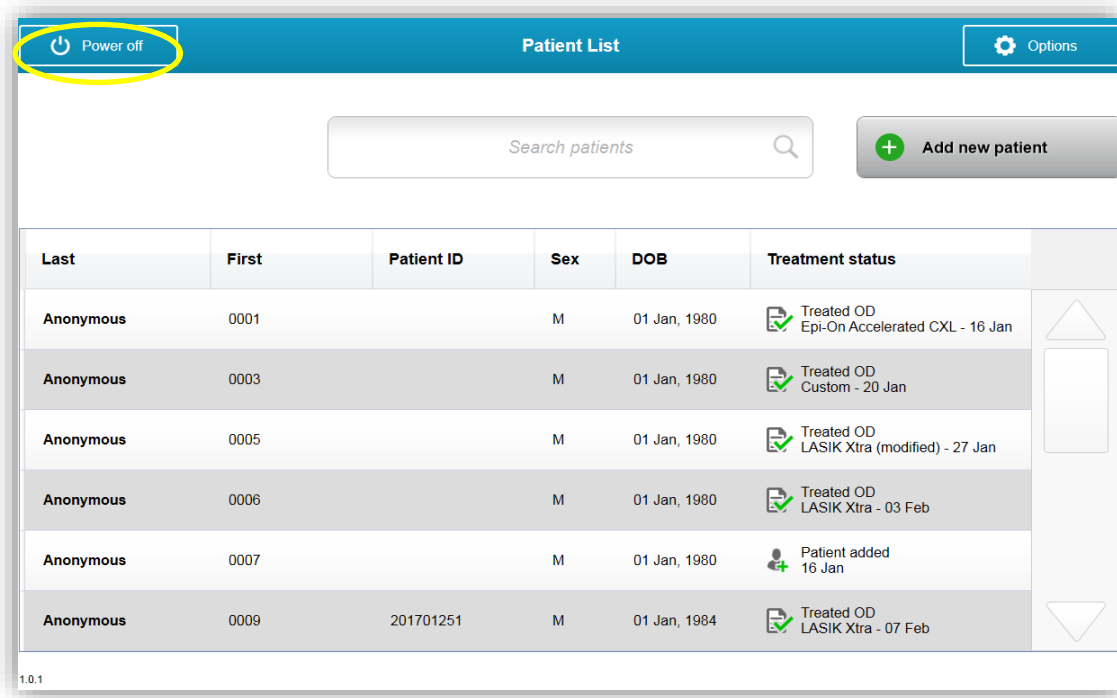

Figura 3-48. Seleccione 'desligar'
- Selecione 'desligar' na tela inicial 'lista de pacientes', conforme mostrado na Figura 3-48.